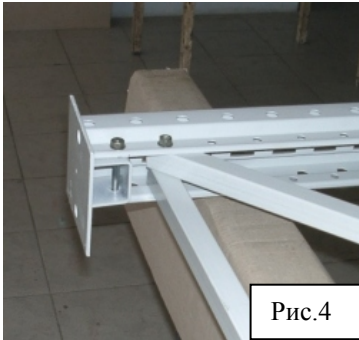

Рис.4
**1.4. Для установки второго конца поперечины в противоположной стойке** возьмите раскос (он длиннее, чем поперечина, с овальными отверстиями), совместите отверстия в поперечине с отверстием в раскосе, и разместите их внутри противоположной стойки на уровне 12-го отверстия диаметром 9мм (пустых отверстий будет 11 на длине 600мм). Когда все четыре отверстия совпадут, снова проденьте сквозь них болт М8х65 и закрепите гайку с шайбой, не затягивая ключом (рис.4).